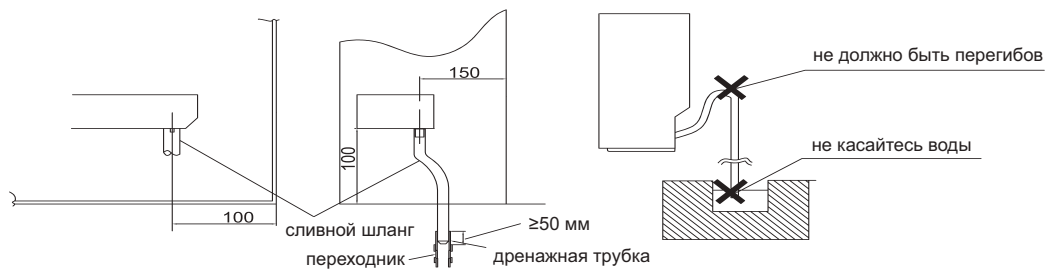

Рис. 10.38
• Дренажный шланг подключается к дренажному отводу, который находится справа в блоке. (рис. 10.38).